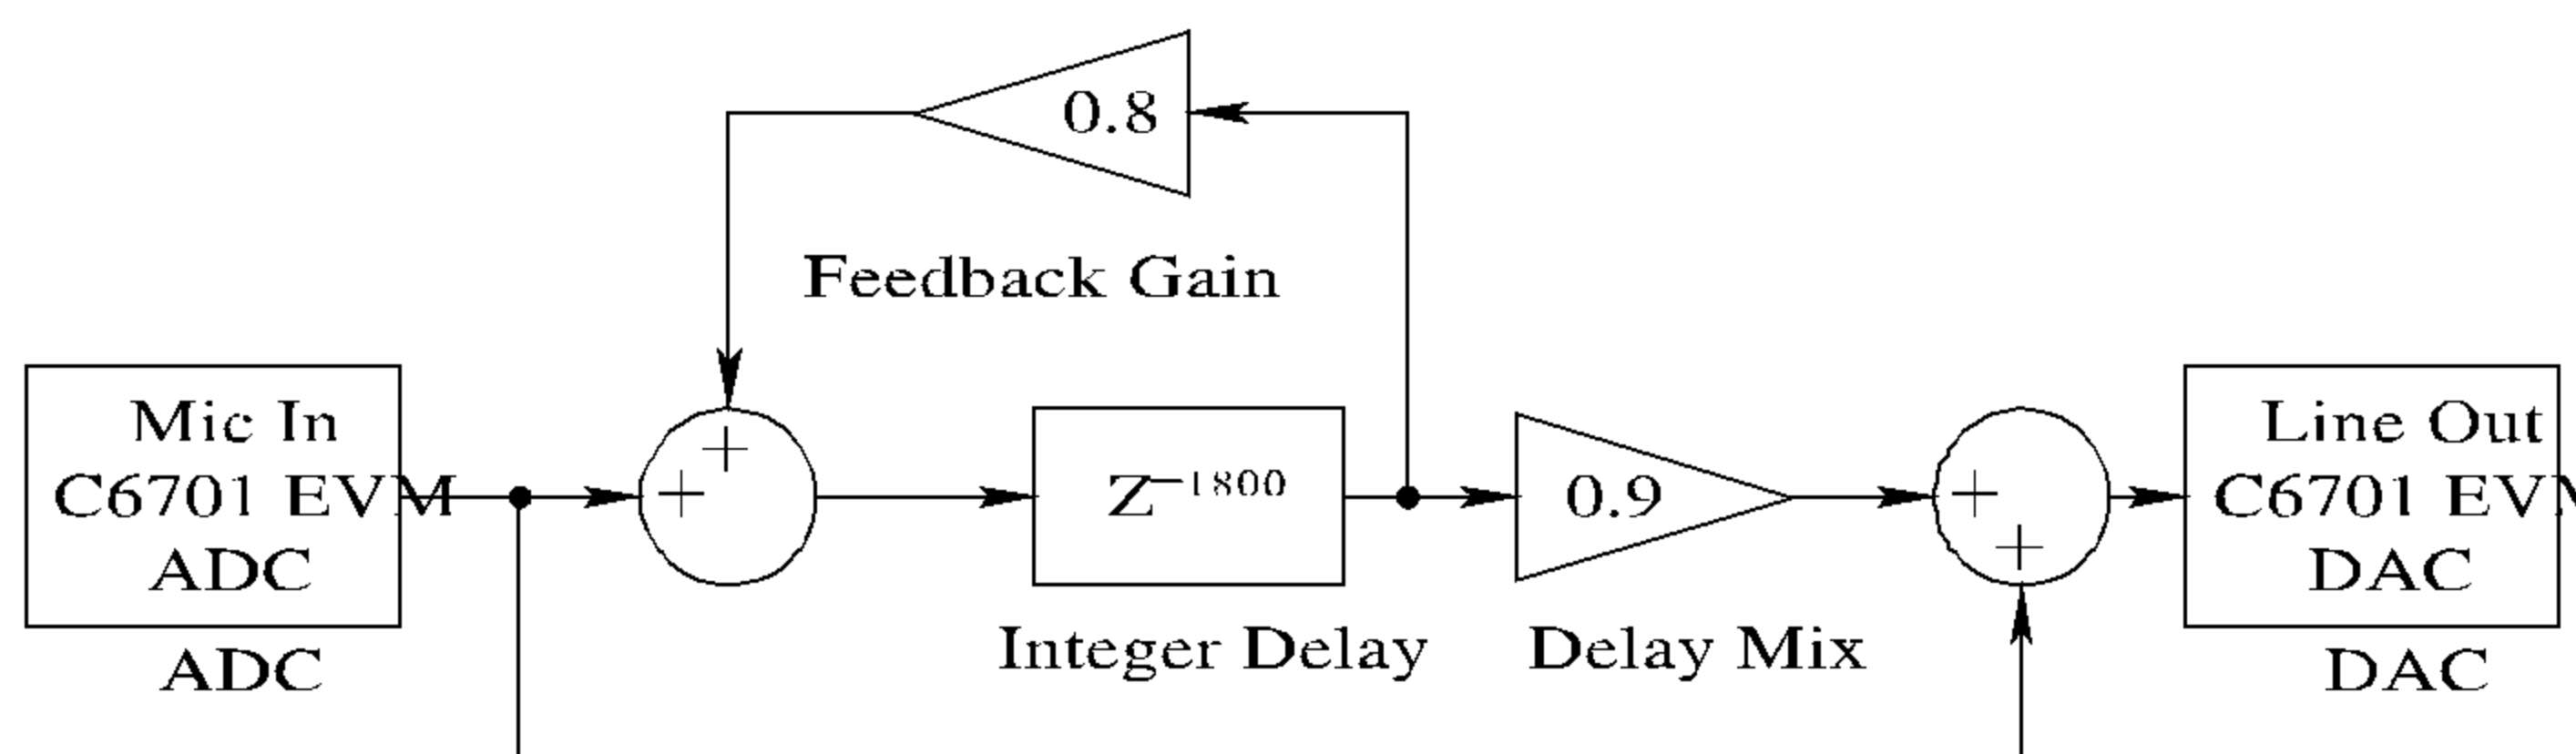

图 6.13 C6701 EVM 板实时 Simulink 模型
(2) 选择 Simulink 菜单栏 → File → New → Model，打开一个新 Simulink 模型窗口。
(3) 利用 Simulink 模块、DSP Blockset 模块和 C6701 EVM 板支持模块创建如图 6.13 所示的模型。